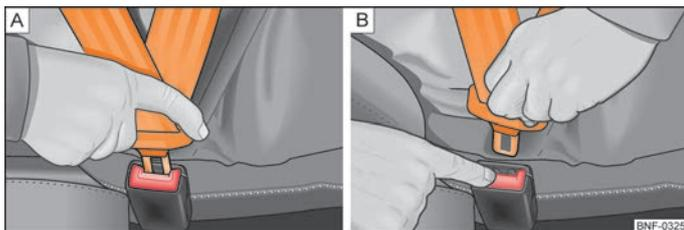

Fig. 74 **A** - Inserire la linguetta della cintura di sicurezza nella fibbia / **B** - togliere la linguetta della cintura di sicurezza dalla fibbia
- Infilare la linguetta nella fibbia del sedile ⇒ fig. 74 - **A** fino a sentire l'innesto in posizione.
- Premere il tasto rosso sulla fibbia della cintura ⇒ fig. 74 - **B**, la linguetta viene espulsa.